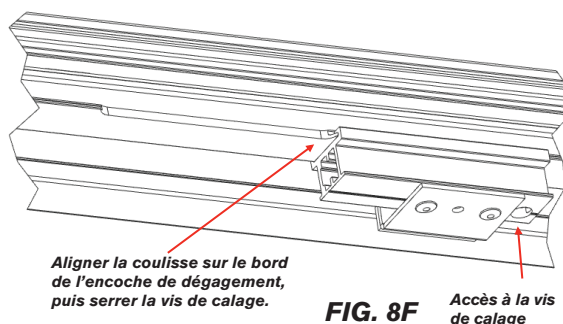

FIG. 8F
- Faire glisser chaque coulisse pour qu'elle vienne affleurer le bord de l'encoche de dégagement (cf. Fig. 8F). Visser avec une clé hexagonale 5/32 po. Si la coulisse glisse mal, regarder si la vis de calage est trop enfoncée et frotte contre le rail.